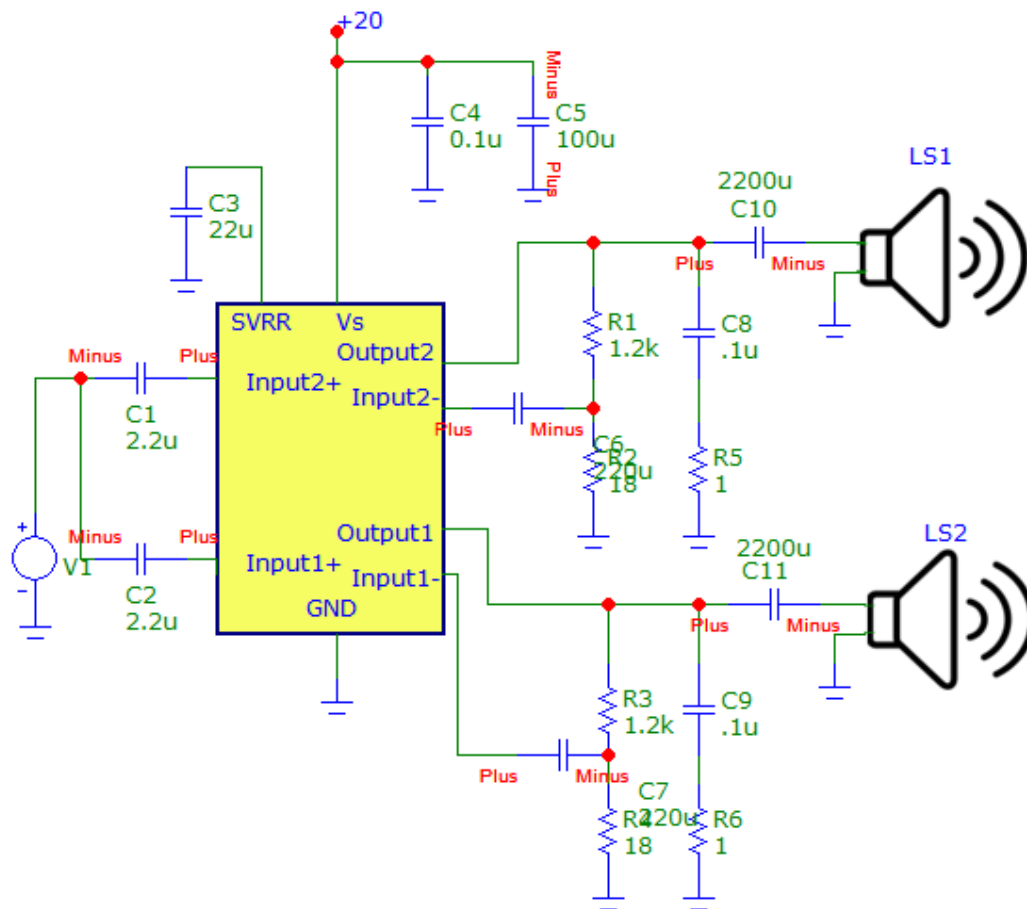

Figura 5.1 Amplificador Hi-Fi
1. Arme el circuito de la figura 5.1 (no encienda la fuente).